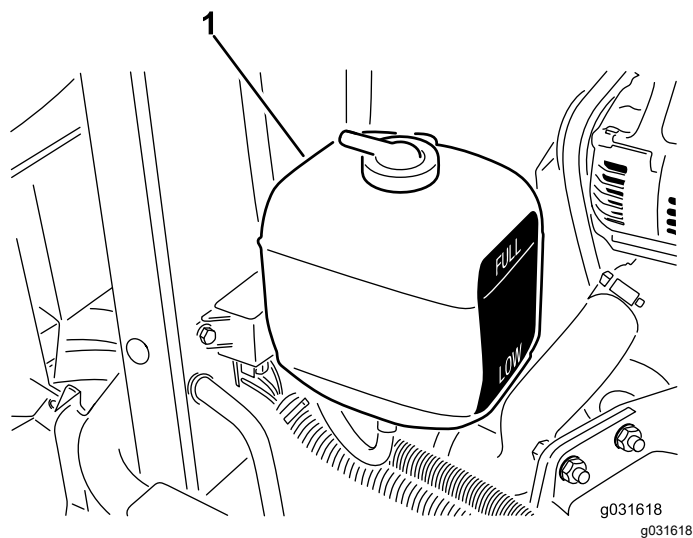

Figure 57
1. Vérifiez le niveau de liquide de refroidissement dans le vase d'expansion (Figure 57).